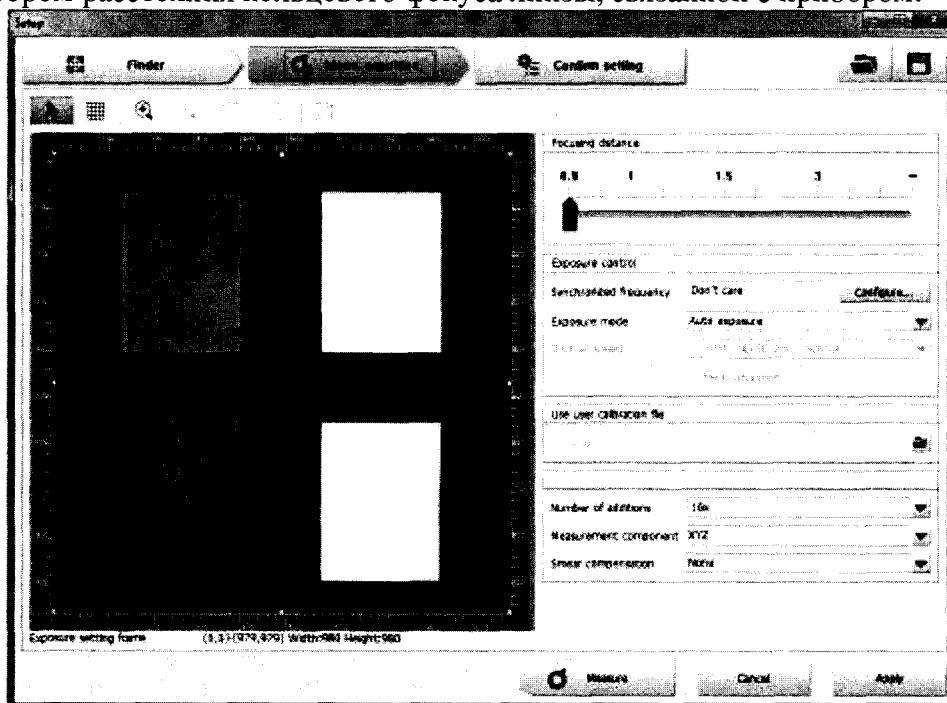

Рисунок 26
8.4.1.1 Для модели CA-2500. Направить прибор на источник яркости. Открыть вкладку [Meas. condition] (рисунок 26). Отрегулировать ползунок так, чтобы он совпадал с индикатором расстояния кольцевого фокуса линзы, связанной с прибором.
8.4.5.1 Для модели CA-2500. Направить прибор на излучатель. Открыть вкладку [Meas. condition] (рисунок 26). Отрегулировать ползунок так, чтобы он совпадал с индикатором расстояния кольцевого фокуса линзы, связанной с прибором.